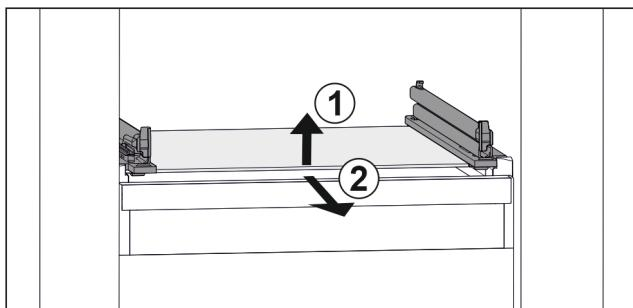

Fig. 78 Primjerni prikaz staklene ploče
- Staklenu ploču podignite sprjeda. Fig. 78 (1)
- Izvadite staklenu ploču prema naprijed. Fig. 78 (2)